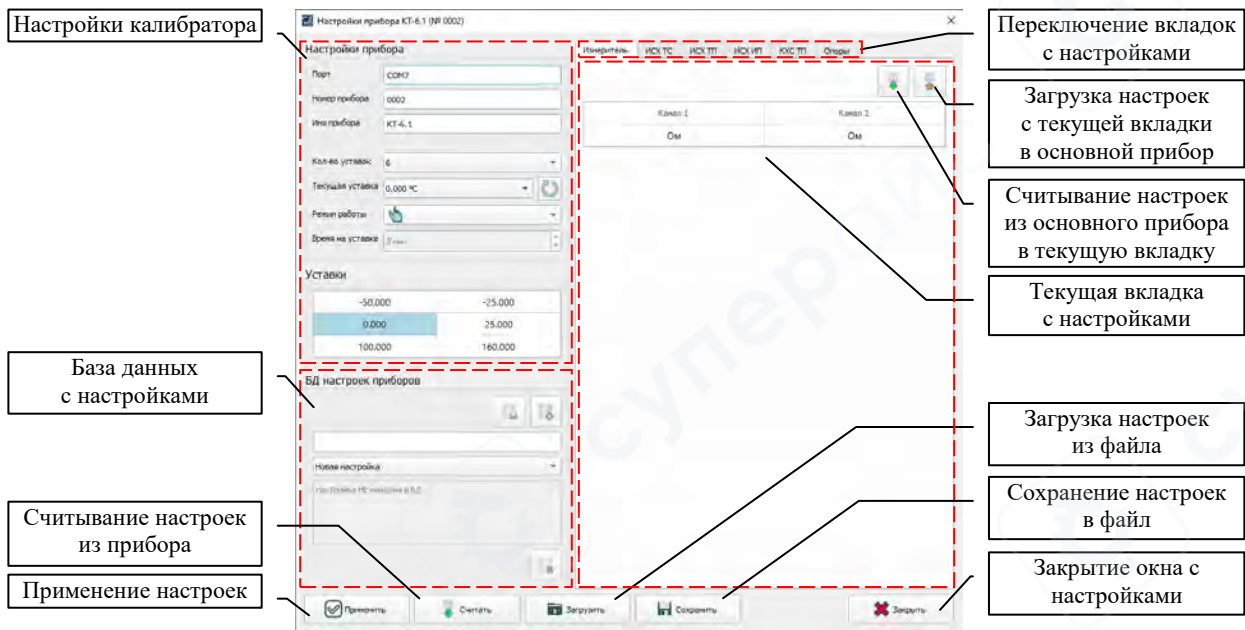

Рис. 14
4.3.11 Окно «Расширенные настройки прибора», рис. 14.